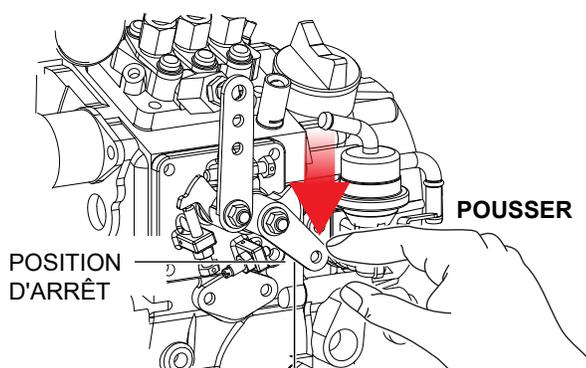

Figure 31. Levier d'arrêt du moteur
2. Placez le levier d'arrêt du moteur (Figure 31) en position **STOP**. Continuez à pousser le levier d'arrêt jusqu'à ce que le moteur soit complètement arrêté.